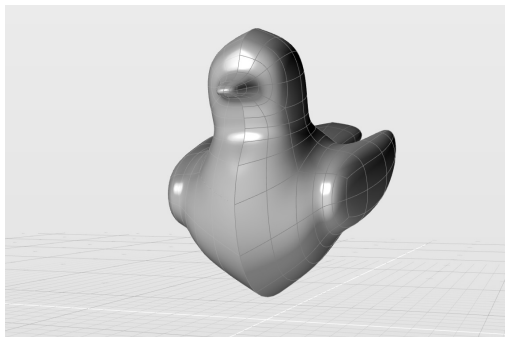

图 6-70 镜像造型
2) 使用“镜像”工具，做出小鸟的另一半造型。观察此结果，发现左右两部分的中间接合处并不光滑，如图 6-70 所示。